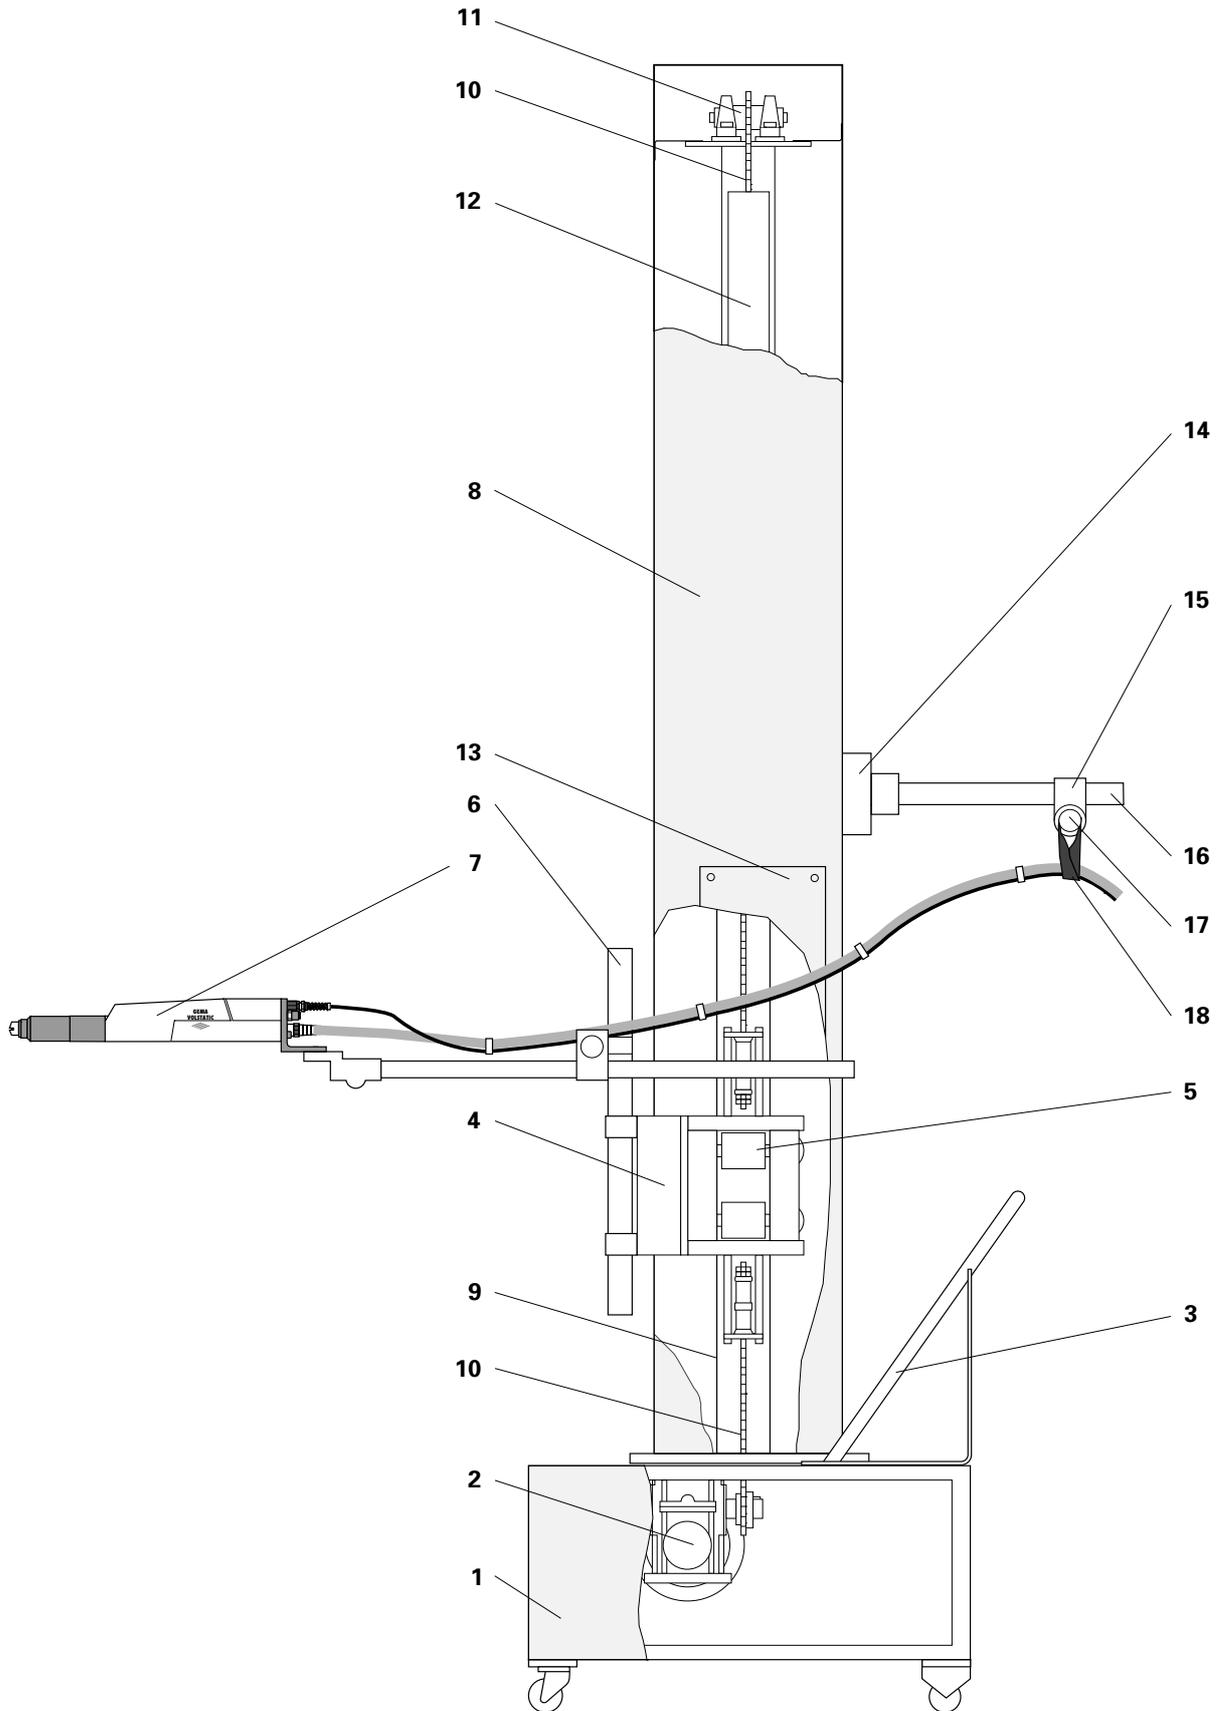

Figure 1
1. Démontez l' arceau de manutention (**3** - Fig. 1).
2. Dévissez les porte-pistolets (**6** - Fig. 1)
3. Enlevez le boîtier (**8** - Fig. 1).